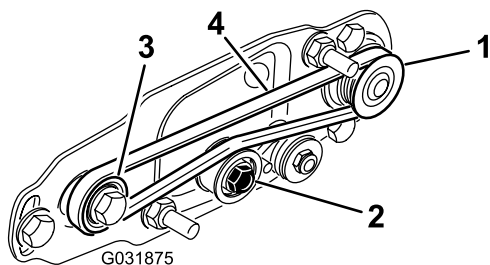

图 24
- A. 先缠绕**驱动**皮带轮周围的皮带然后再缠绕怠轮皮带轮顶部上方的皮带 图 24。
- B. 启动**从动**皮带轮上的皮带 图 24。